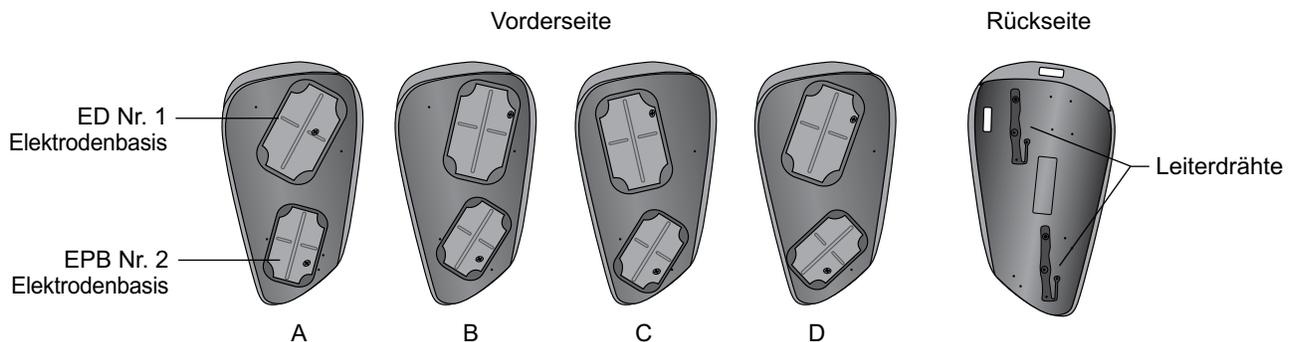

Abbildung 5-4: Strecker-Befestigungsplatten
Die Strecker-Befestigungsplatten sind für die rechts- (Rt) und linksseitige (Lt) Verwendung sowie mit vier verschiedenen Elektrodenbasiskonfigurationen erhältlich: A, B, C und D (siehe Abbildung 5-4).
Jede Strecker-Befestigungsplatte verfügt über zwei Elektrodenbasen (Extensor Digitorum (ED) Nr. 1 und Extensor Pollicis Brevis (EPB) Nr. 2) auf einer Seite und zwei Leiterdrähte auf der anderen Seite. Siehe Abbildung 5-4. Die Leiterdrähte stellen den elektrischen Kontakt mit den Sockeln der Elektrodenbasis Nr. 1 und 2 an der Orthese her.